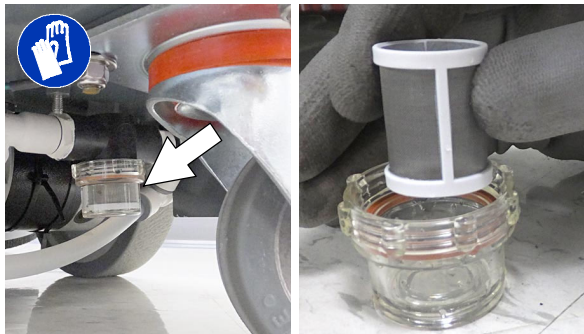

ABB. 102
1. Entfernen Sie den Frischwassertankfilter und reinigen Sie den Filter (Abbildung 102). Drehen Sie den Filterbehälter nach links, um diesen zu entfernen. Achten Sie darauf, dass der Frischwassertank leer ist, bevor Sie den Filter entfernen.